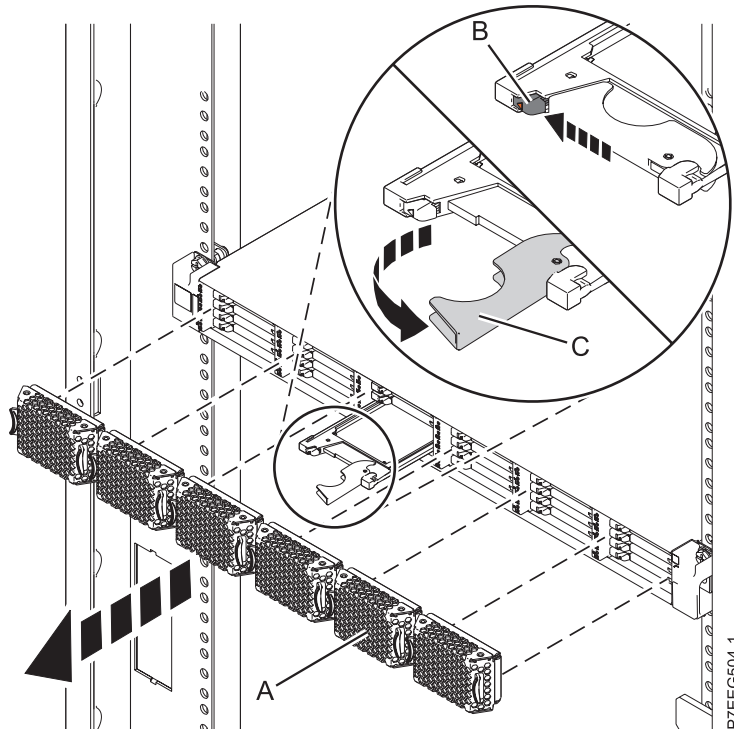

Figure 21. Retrait de l'unité SSD d'une armoire de stockage PCIe ED/R1
1. Retirez le panneau (A) qui couvre l'emplacement contenant l'unité SSD. Pour plus d'informations, voir figure 21, à la page 37.
2. Poussez doucement le taquet de déverrouillage (B) pour déverrouiller la poignée de l'unité.
3. Saisissez la poignée (C) et tirez partiellement l'unité hors de l'emplacement.